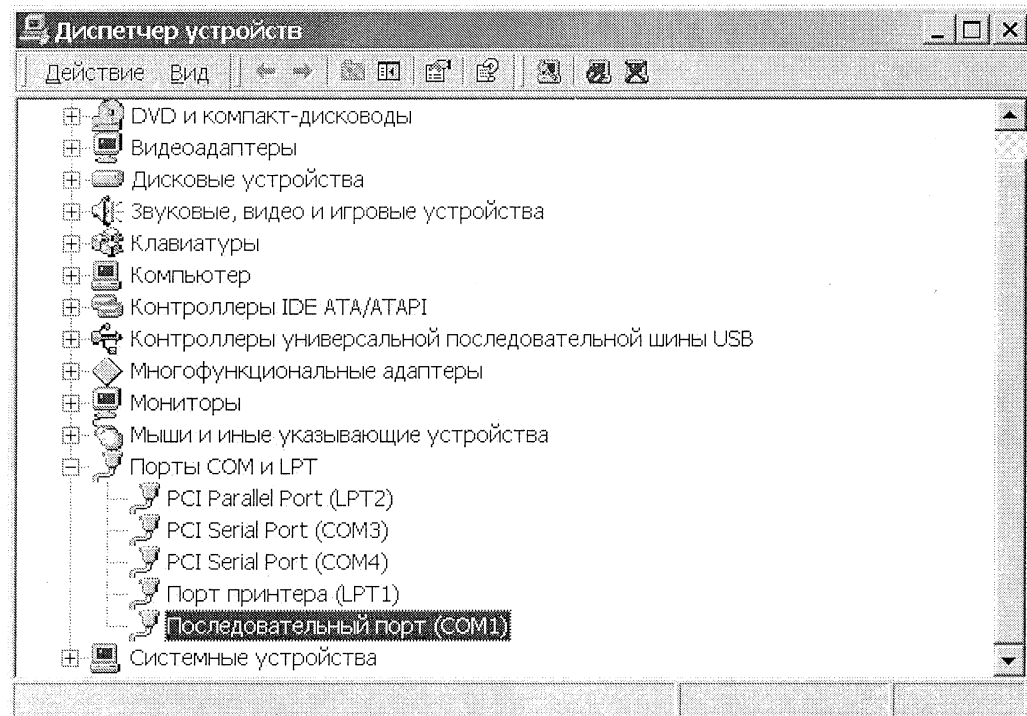

Рисунок 3.3 – Выбор «Последовательный порт (COM1)»
3) двойным щелчком правой кнопки мыши открыть папку «Порты COM и LPT». Выбрать «Последовательный порт (COM1)» и двойным щелчком правой кнопки мыши открыть окно свойств (рис. 3.3).